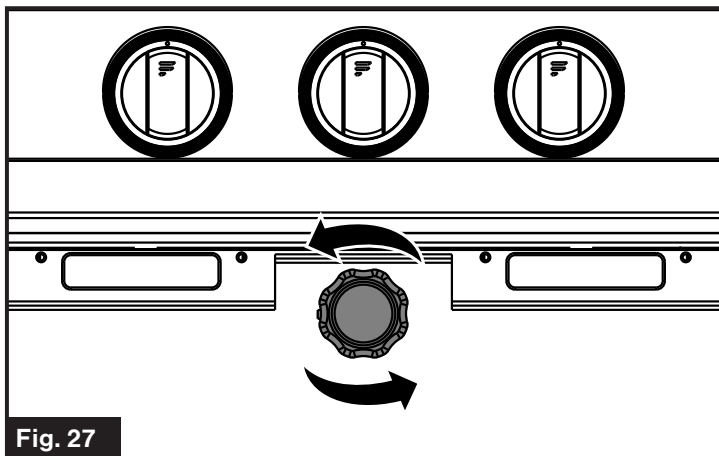

Fig. 27
2. Retirez le couvercle en verre du support de la lampe. (Fig. 27)